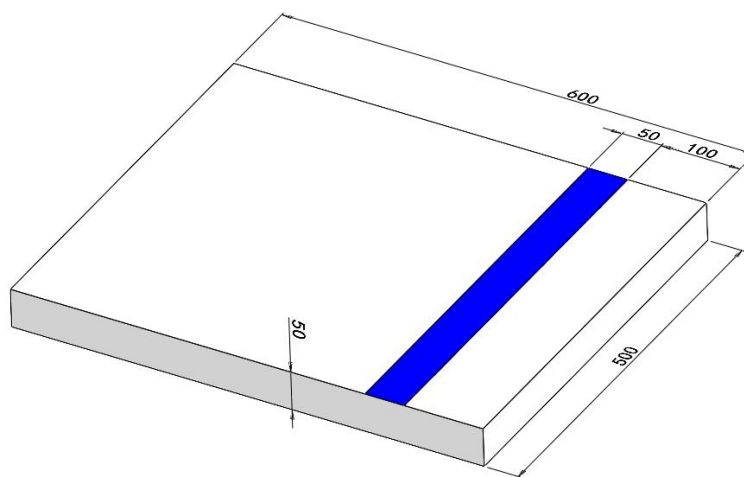

图 12 高台标识示意图（单位：mm）
4.高台：如图 12 所示，高台上距离边沿 100mm 处印有 500\*50mm 蓝色色带。